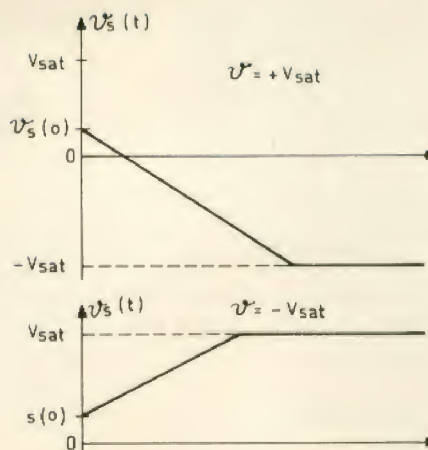

Figure 4
Remarquons que les deux rampes ont même pente en valeur absolue et que les phénomènes observés sont ceux décrits par les relations (3) et (4) tant que l'A. Op de l'intégrateur n'est pas saturé (fig. 4).